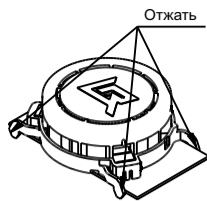

Рисунок 4
- б) отжать замки на дымовой камере (рисунок 4) и снять ее;